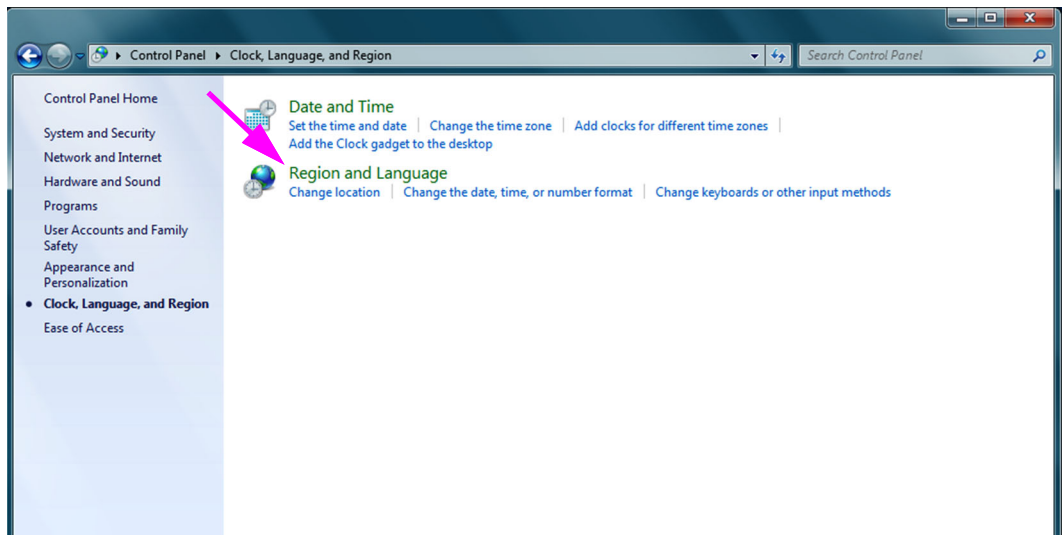

Abbildung C-2. Fenster „Clock, Language, and Region“ (Zeit, Sprache und Region)
4. Das Fenster „Clock, Language, and Region“ (Zeit, Sprache und Region) erscheint (siehe Abbildung C-2). Klicken Sie auf **Region and Language** (Region und Sprache).